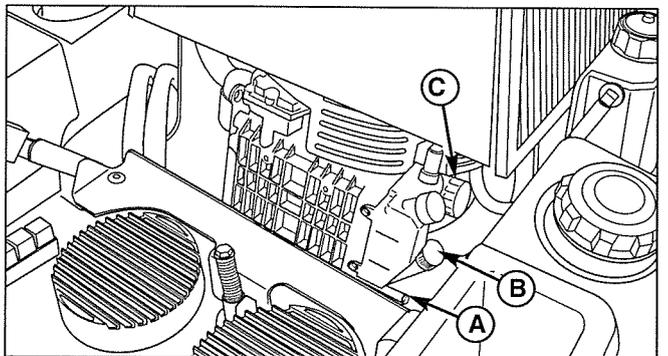

Figure 24. Jauge d'huile et filtre
3. Retirer la jauge (B, figure 24) et essuyer avec un chiffon propre.
2. Retirer la jauge, ajouter de l'huile au tube de remplissage (B, figure 24).